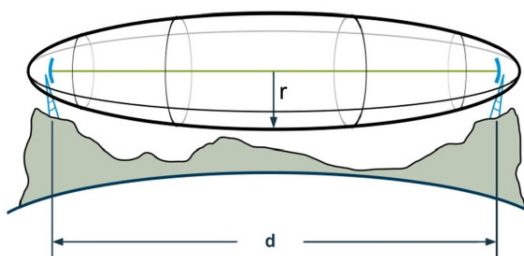

Fig. 1. Primera zona de Fresnel.
- a. Calcular la distancia máxima de comunicación entre dos módulos XBee ZB en espacios abiertos con línea de vista. Se sugiere ver el modelo de Friis. La Fig. 1 representa un enlace de RF donde la 1ra zona de Fresnel está liberada y es aplicable el modelo de Friis.